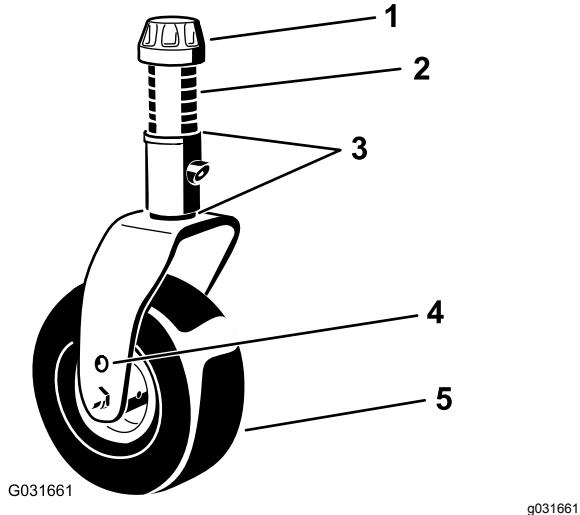
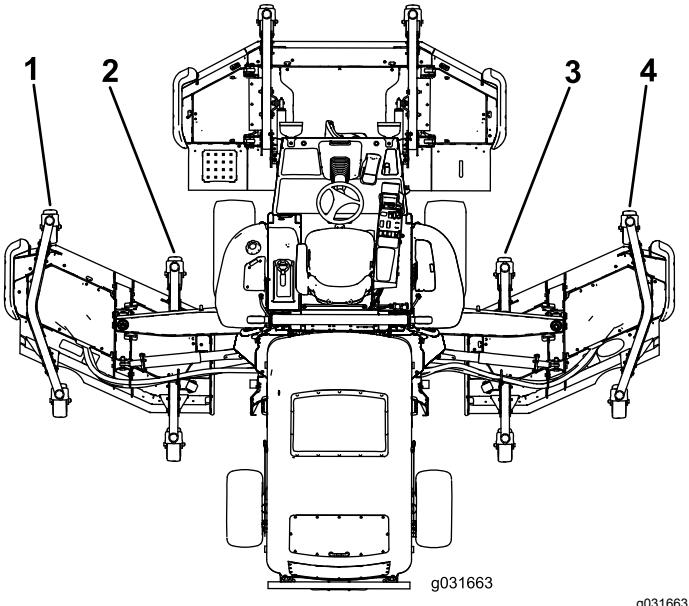

Figura 28
Figura 29
5. Se extremidade interior da unidade de corte lateral estiver demasiado levantada em relação à ponta exterior da unidade de corte frontal, retire 1 calço do fundo do braço da roda giratória dianteira interior na unidade de corte lateral (Figura 28 e Figura 29).
- 6. Se a extremidade interior continuar demasiado alta, retire mais um calço do fundo do braço da roda giratória interior dianteira da unidade de corte lateral e um calço do braço exterior da roda giratória dianteira da unidade de corte lateral (Figura 28 e Figura 29).
adicone 1 calço (1/8 pol.) ao fundo do braço da roda giratória dianteira interior na unidade de corte lateral (Figura 28 e Figura 29).